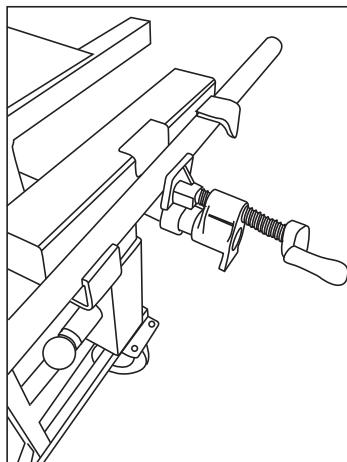

Fig. 1
1. Pour utiliser l'étau rapide (9) afin de couper un conduit EMT de $\frac{1}{2}$ po ou de 1 po. À un angle de 45 degrés, placer le conduit dans le support de conduit. Placer le conduit de sorte qu'il soit parallèle au sol et à la position de coupe désirée. Serrer l'étau (9) en tournant la manivelle jusqu'à ce qu'il soit serré. Le conduit peut maintenant être coupé en toute sécurité (Fig. 1).